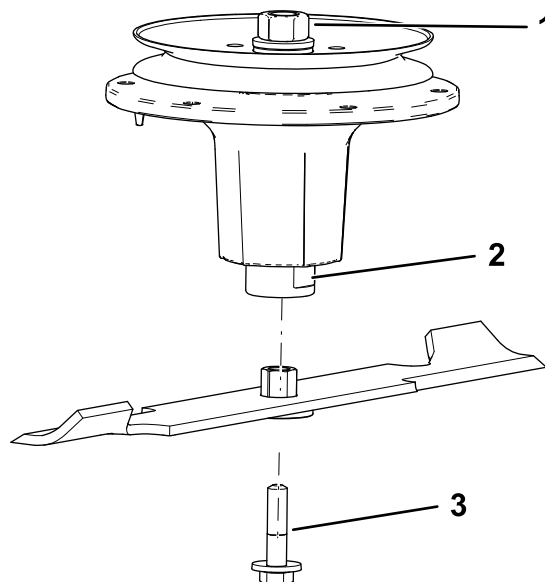

Figura 85
2. Montate il gruppo boccola/lama nell'albero del mandrino (Figura 85).